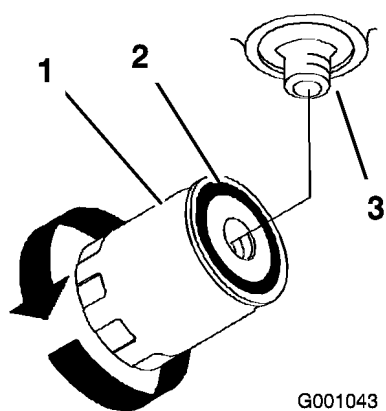

Figure 57
- Appliquez une fine couche d'huile propre sur le joint en caoutchouc du filtre de rechange (Figure 57).
- Remplissez le réservoir hydraulique jusqu'à ce que le liquide déborde du filtre. Tournez alors le filtre à huile dans le sens horaire jusqu'à ce que le joint en caoutchouc vienne toucher l'adaptateur du filtre. Serrez ensuite le filtre de 1/2 tour supplémentaire (Figure 57).